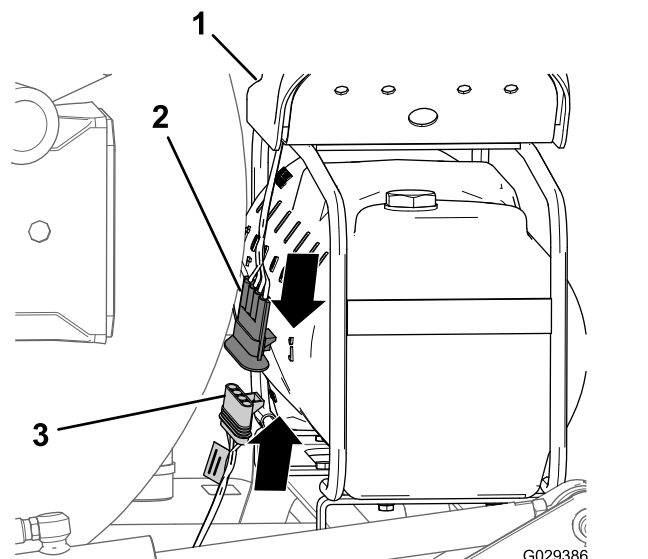

Figure 172
- À l'extrémité de la branche de 236 cm du faisceau, alignez le connecteur à 4 douilles du faisceau du kit de finition et le connecteur à 4 broches du faisceau du compresseur (Figure 172).
- Insérez le connecteur à 4 broches dans le connecteur à 4 douilles (Figure 172).